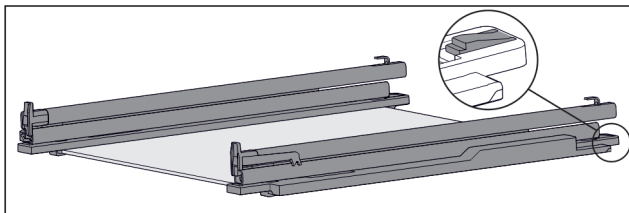

Fig. 155 Tablette en verre avec rails et pièces de retenue
- ▶ Pousser l'arrière de la pièce de retenue vers le bas (voir Fig. 155) et pousser dans le même temps le tiroir vers l'arrière.